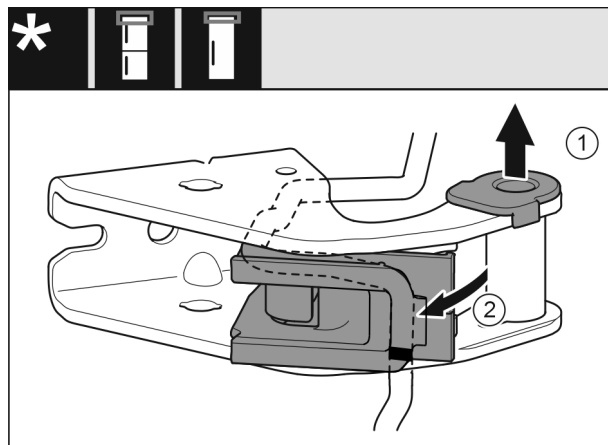

Fig. 24
- ▶ Опорную втулку вытяните из направляющей. Fig. 24 (1)
- ▶ Отведите держатель кабеля в сторону. Fig. 24 (2)